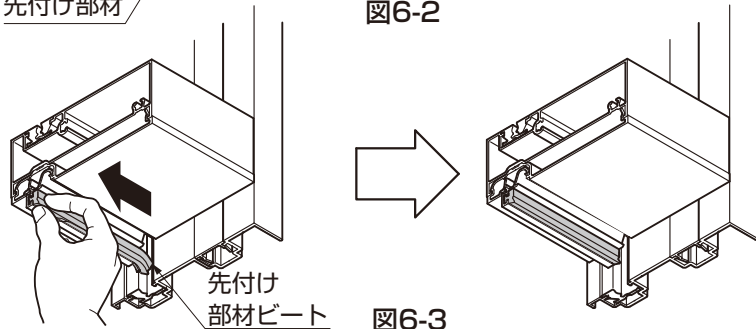
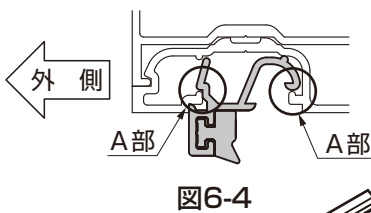
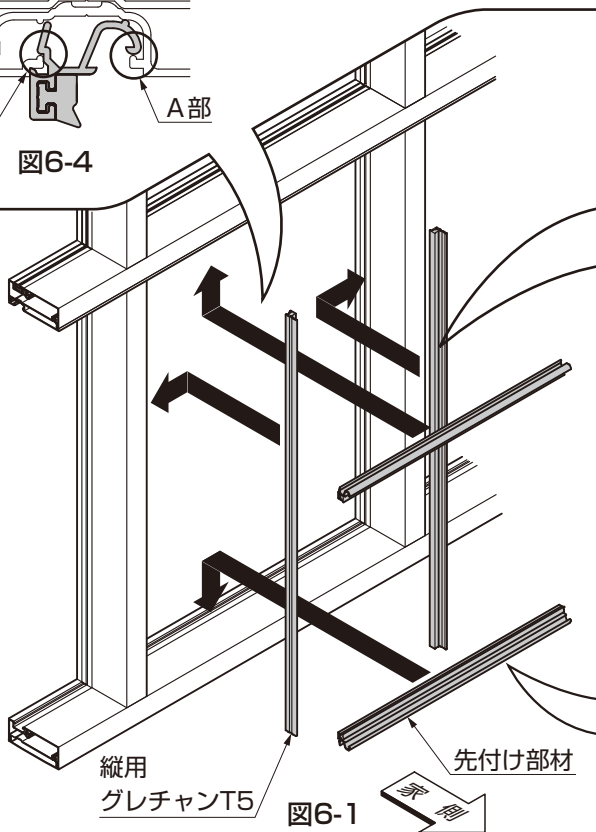
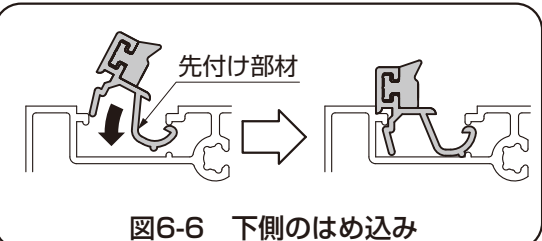

図6-3
図6-4
図6-1
図6-6 下側のはめ込み
- ③先付け部材を格子下段に取付けてください。(図6-1、図6-3、図6-4、図6-6参照)
- 先付け部材がA部の位置になるように外側に押ししてください。(図6-4参照)